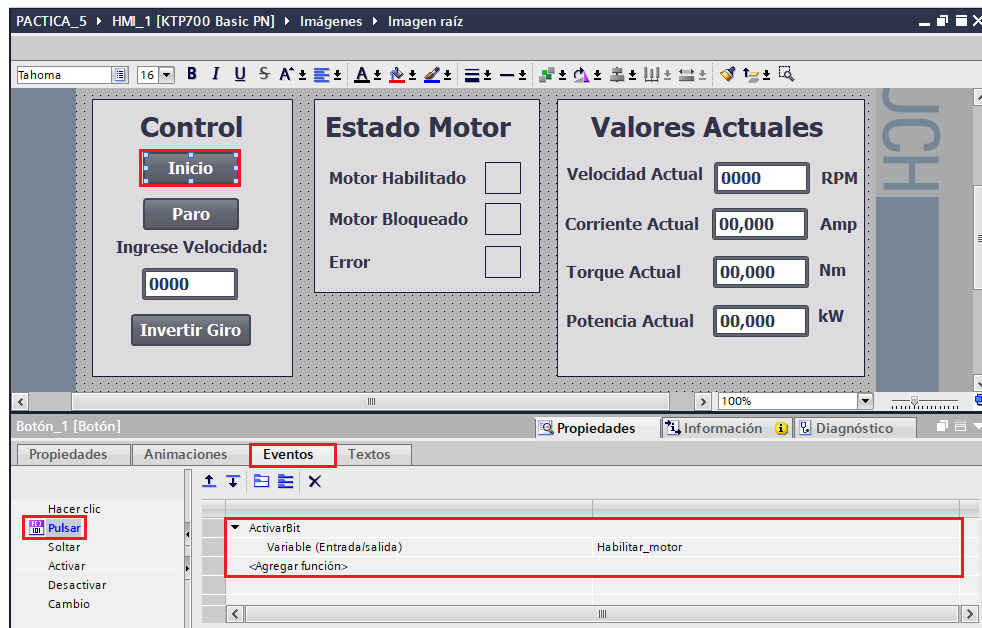

Figura 33: Configuración botón Inicio.
(3) Configuración del campo **Control**.
- En “Variable (Entrada/Salida)” escoger la variable del PLC_1 “Habilitar_motor” (ver Figura 33).